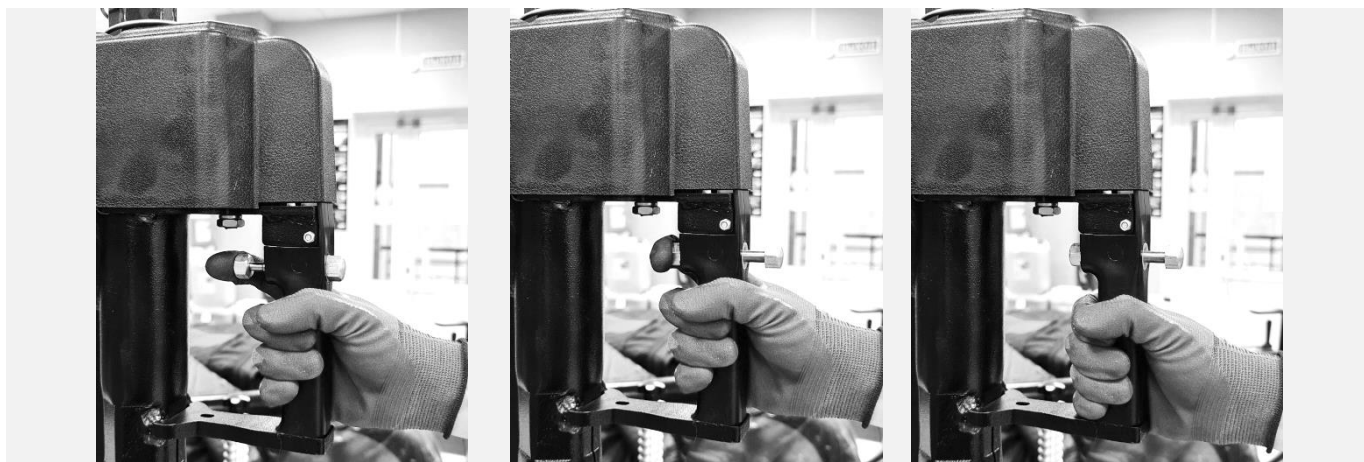

Рисунок 48
- Зафиксировать положение монтажной головки, нажав кнопку фиксатора (см. Рисунок 48). При этом монтажная головка автоматически отодвинется на расстояние около 2 мм от закраины диска.